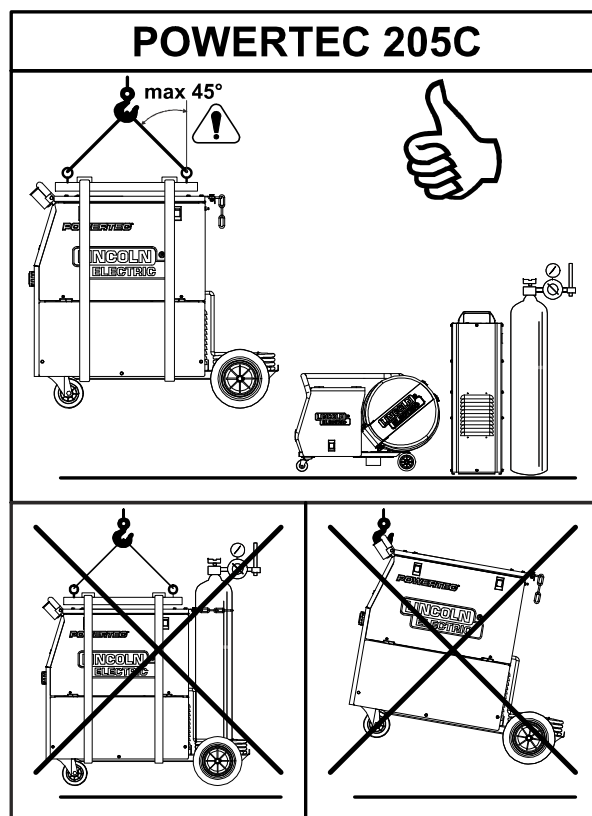

Figure 20.
Pour le transport et le levage en toute sécurité de l'appareil POWERTEC 205C (voir la Figure 20) :
- Utiliser un équipement de capacité appropriée pour lever et soutenir l'appareil. Utiliser une traverse et au moins deux sangles, comme indiqué à la Figure 20.
- Appliquer la charge axialement selon un angle de 45 degrés, conformément à la Figure 20.